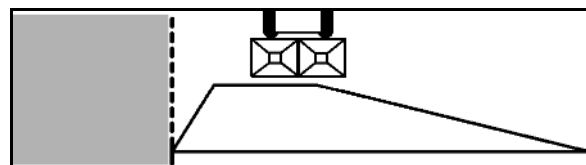

Fig. 47
1. Grænsespredning ifølge gødningsforskrifterne (Fig. 47):